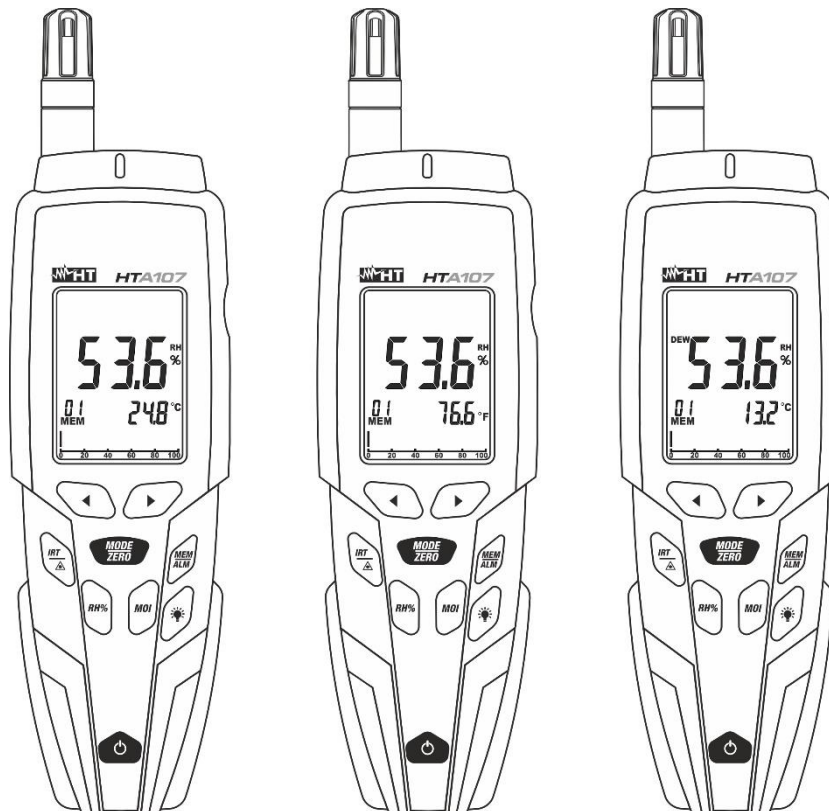

Fig. 7: Utilisation de l'instrument pour mesure de la température/humidité de l'air
4. Enfoncer la touche **MODE/ZERO** pour sélectionner la mesure de la température de Rosée et de l'humidité spécifique exprimée en « g/kg » ou « GPP » (voir § 4.3.6). La valeur de température de rosée est affichée sur l'écran secondaire (voir Fig. 7 – à droite)